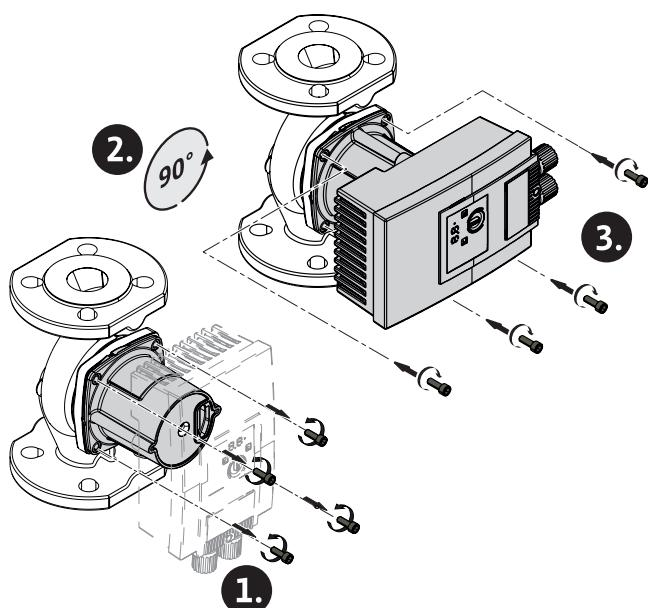

Fig. 5: Innretting av motor
2. Løsne motorhodet og drei det forsiktig → Fig. 5.